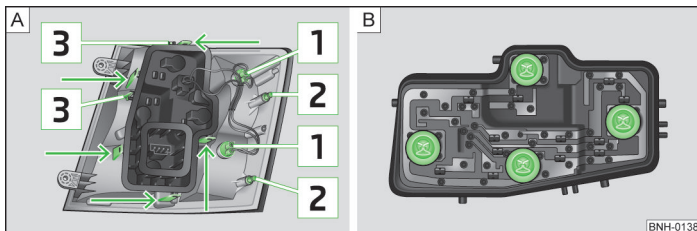

Abb. 182 Äußerer Teil der Leuchte / Innerer Teil der Leuchte
- › Die Rückleuchte vorsichtig in die Karosserie hineindrücken, sodass die Bolzen [2] » Abb. 182 auf Seite 211 an der Leuchte in die Aufnahmen in der Karosserie eingreifen » [!].
- › Die Lampenfassung [1] » Abb. 182 entgegen dem Uhrzeigersinn drehen und aus dem Leuchtengehäuse herausnehmen.
- › Den Lampenhalter an den mit Pfeilen gekennzeichneten Verriegelungslaschen entriegeln » Abb. 182 - [A] und den Lampenhalter aus der Rückleuchte herausnehmen.
- › Die Lampenfassung » Abb. 182 - [B] bis zum Anschlag entgegen dem Uhrzeigersinn drehen und aus dem Leuchtengehäuse herausnehmen.
- › Die Führungsdorne [3] » Abb. 182 des Lampenhalters in die Leuchte einsetzen.